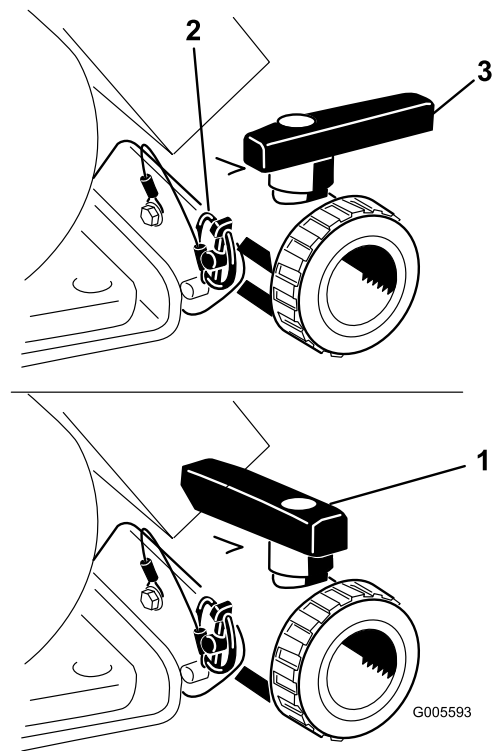

Figura 20
Utilice la manija de vaciado del depósito para vaciar del depósito cualquier material no utilizado, y elimine dicho material de acuerdo con la normativa local y las indicaciones del fabricante del mismo (Figura 20). Tras el vaciado, retire los pasadores de seguridad del soporte que fija la válvula de vaciado a la máquina y deje la válvula en el suelo. Así conseguirá vaciar todos los residuos existentes en la línea.
3. Cuando el depósito se haya vaciado completamente, instale la válvula en el bastidor montando el pasador de seguridad previamente retirado y cierre la válvula de vaciado (Figura 20).